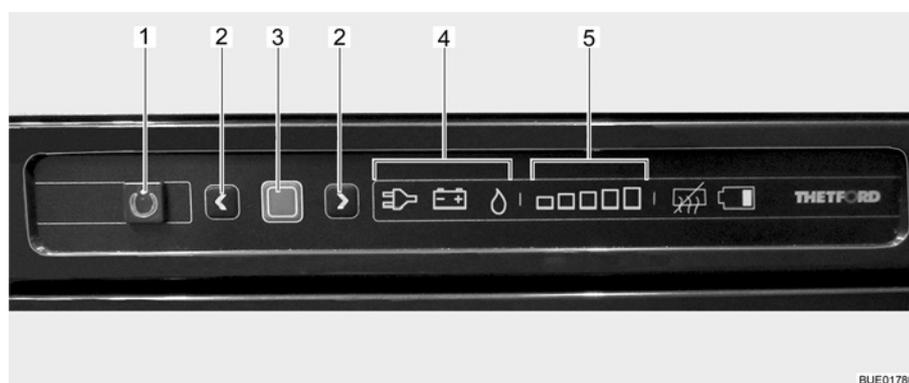

Fig. 97 Elementos de mando para el frigorífico
El modo de funcionamiento actual será visualizado por medio de un símbolo iluminado (Fig. 97,4) en la unidad de mando.
Una vez conectado, el frigorífico selecciona automáticamente el último ajuste seleccionado del termostato. Este reajuste puede modificarse manualmente con las teclas de flecha (Fig. 97,2). Las barras luminosas de la visualización de las etapas de refrigeración (Fig. 97,5) indican el ajuste seleccionado del termostato. Con las teclas de flecha se ajusta la temperatura de refrigeración para los tres tipos de energía. Pasan algunas horas hasta que el frigorífico alcanza la temperatura de servicio normal. Al conmutar el modo de funcionamiento se mantiene el ajuste del termostato. La temperatura de refrigeración se mantiene independientemente del tipo de energía.
- Presionar la tecla On/Off (Fig. 97,1) por 1 segundo. La tecla (Fig. 97,1) se iluminará de color verde. Después de aprox. 10 segundos, la visualización se atenuará automáticamente por razones de ahorro de energía.
- Pulsar la tecla de confirmación (Fig. 97,3) por aprox. 2 segundos. Los símbolos de los modos de funcionamiento (Fig. 97,4) estarán parpadeando.
- Para cambiar el modo de funcionamiento, pulsar las teclas de flecha (Fig. 97,2).
- Para el funcionamiento a gas, seleccionar el modo de funcionamiento Gas con las teclas de flecha (Fig. 97,2). El suministro de gas está abierto. El encendido se realiza automáticamente. Se oye un sonido de tic-tac hasta que el proceso de encendido se haya llevado a cabo con éxito.
- Pulsar la tecla de confirmación (Fig. 97,3).
- Pulsar de nuevo la tecla de confirmación (Fig. 97,3). La etapa de refrigeración actual será visualizada por medio de las barras luminosas (Fig. 97,5).
- Para cambiar el ajuste, pulsar las teclas de flecha (Fig. 97,2) hasta que se visualice el ajuste deseado.
- Pulsar la tecla On/Off (Fig. 97,1) por aprox. 2 segundos. Se apagarán todos las lámparas. El frigorífico está desconectado.